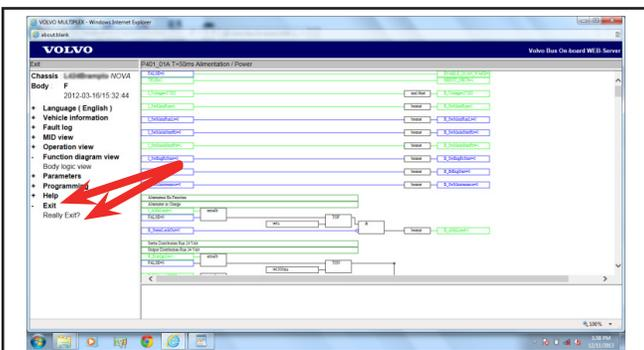

Figure 36 - Terminer la session Web
20. Pour terminer votre session de **VOLVO BUS WEB**, cliquer **EXIT**, et ensuite **REALLY EXIT?** Voir Figure 36.